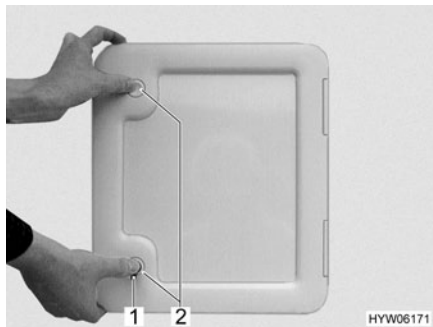

Fig. 164 Portillon pour cassette Thetford
Le portillon pour la cassette Thetford (Fig. 164) se trouve à l'extérieur du véhicule.
- Insérer la clé dans le barillet du verrou à pression (Fig. 164,1) et la tourner d'un quart de tour dans le sens des aiguilles d'une montre.
- Appuyer du pouce et simultanément sur les deux verrous de pression (Fig. 164,2) et ouvrir le portillon pour la cassette Thetford.